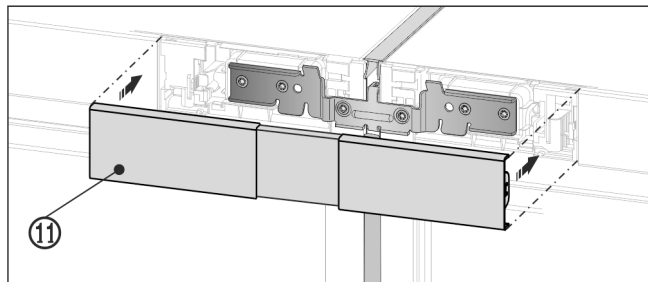

Fig. 29
- ▶ Clipser le cache Fig. 29 (11) supérieur sur l'interstice encore ouvert des deux panneaux du bandeau de commande. Veiller à ce que les parties externes du cache se ferment en affleurant les panneaux du bandeau de commande.